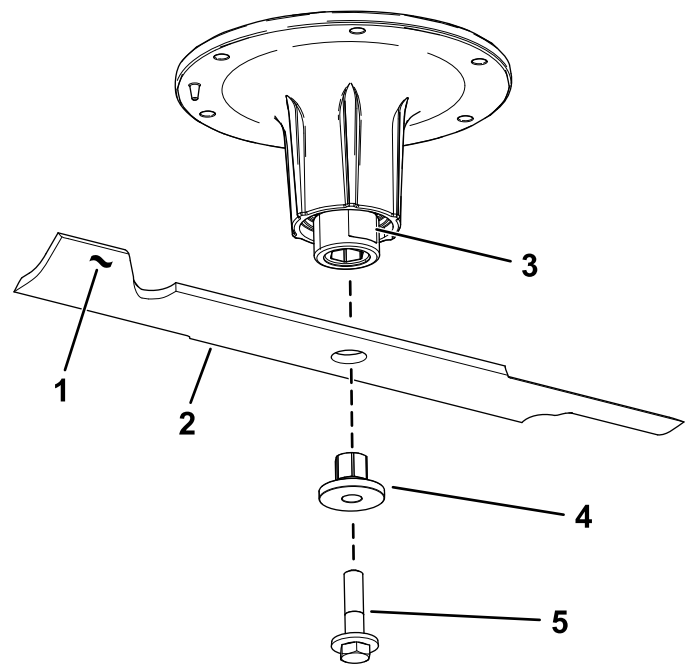

Bild 82
2. Entfernen Sie die Messerschraube, Buchse und das Messer von der Spindelwelle (Bild 82).